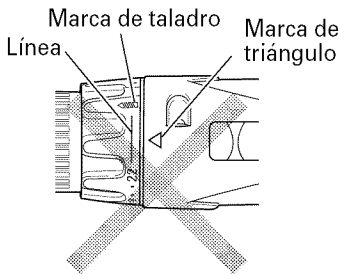

Fig. 7
- Evite usar la unidad con el número del dial del embrague entre "22" y la línea provista en el medio de la marca del taladro. Si lo hiciese, se podrían producir daños. (Consulte la Fig. 7).